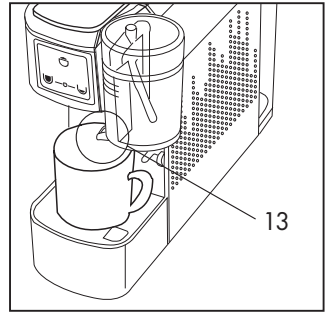

Abb. 21
- Schließen Sie die Halterung (11) und stellen Sie eine Tasse direkt auf das Gitter.
Kontrollieren Sie, ob der Trichter des Milchbechers (13) in die Tasse gerichtet ist. **(Abb. 21)**